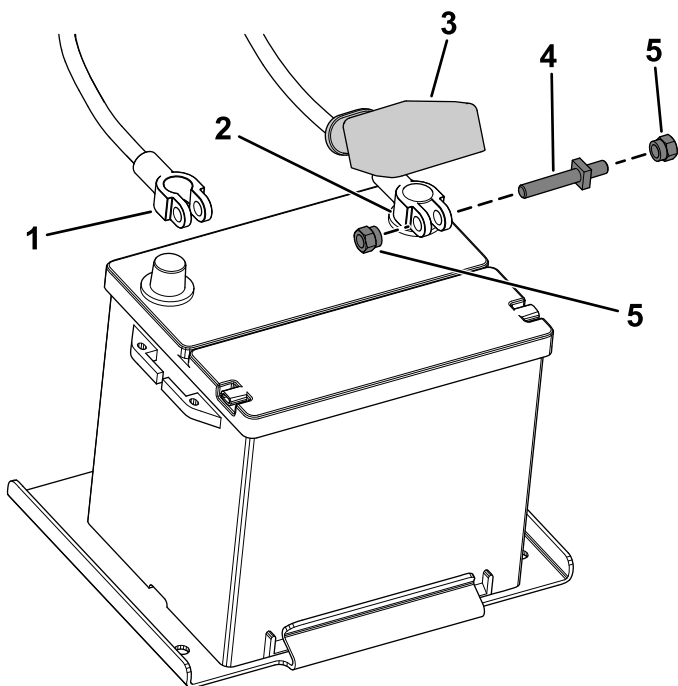

Bild 94
1. Klemmen Sie die Batteriekabel ab (Bild 94).
2. Schließen Sie die Batteriekabel an (Bild 94).